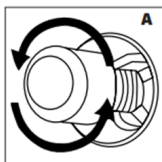
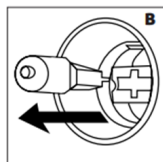

Figure 24
Figure 25
3. Retirez ensuite la lampe du four en la tournant (voir fig. 24) s'il s'agit du type A, ou en la tirant (voir fig. 25) s'il s'agit du type B